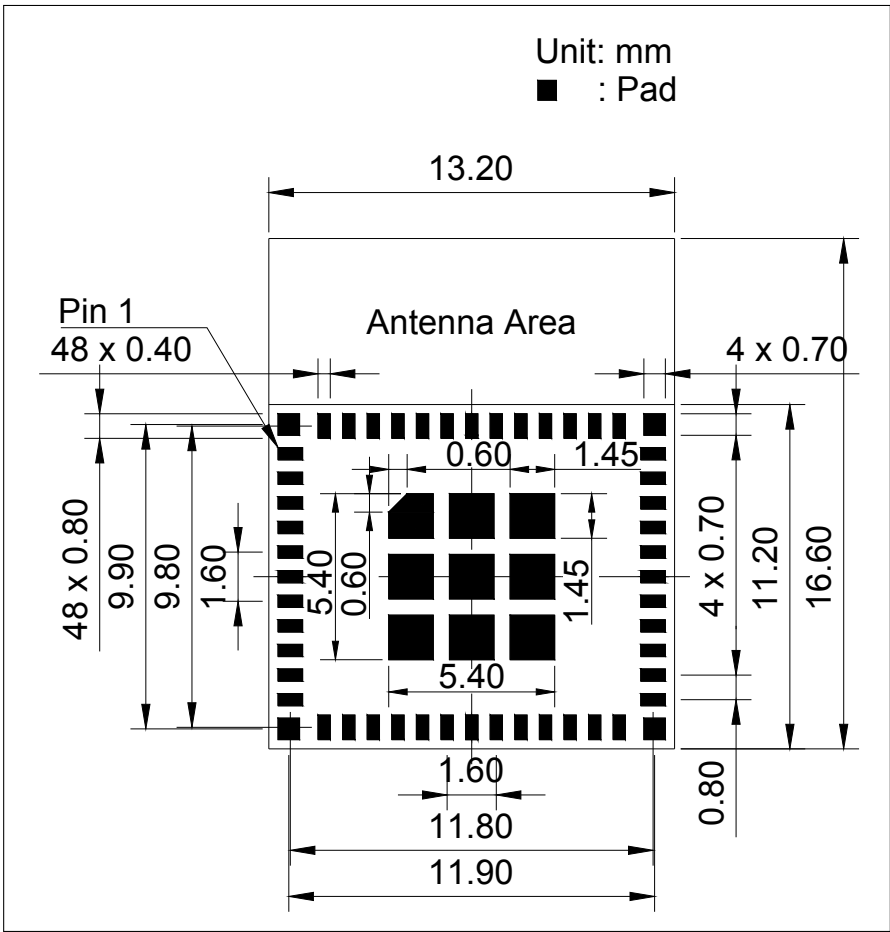
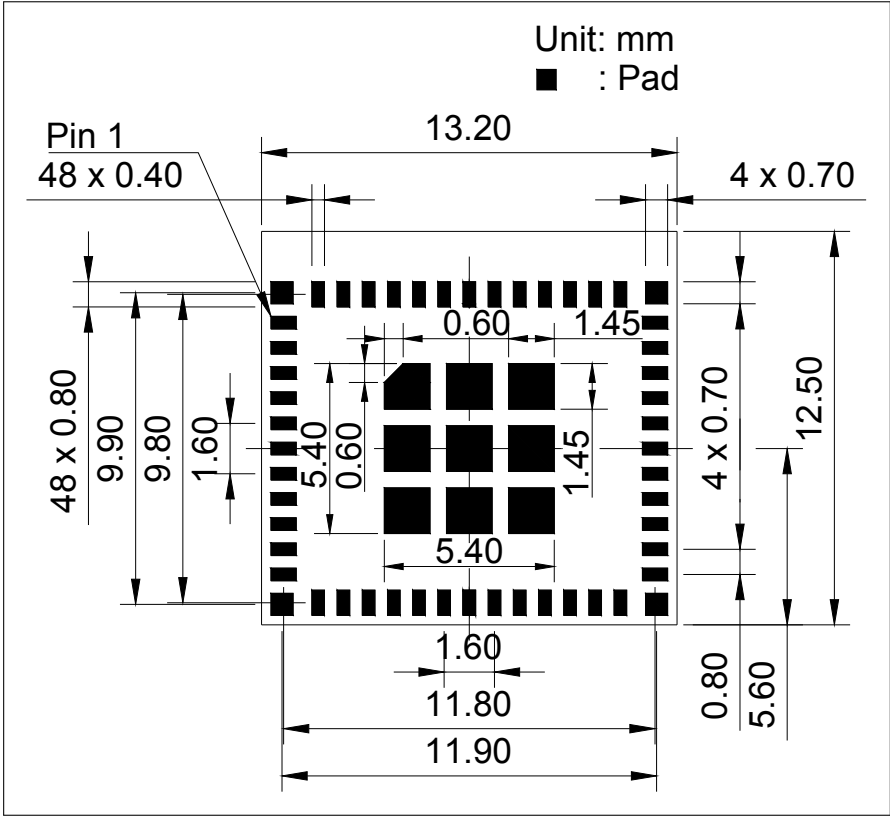

图 11-1. ESP32-C6-MINI-1 推荐 PCB 封装图形
图 11-2. ESP32-C6-MINI-1U 推荐 PCB 封装图形
- 推荐 PCB 封装图，标有 PCB 设计所需的全部尺寸。详见图 11-1 ESP32-C6-MINI-1 推荐 PCB 封装图形 和图 11-2 ESP32-C6-MINI-1U 推荐 PCB 封装图形。
- 推荐 PCB 封装图的源文件，用于测量图 11-2 和 11-2 中未标注的尺寸。您可用 Autodesk Viewer 查看 ESP32-C6-MINI-1 和 ESP32-C6-MINI-1U 的封装图源文件。